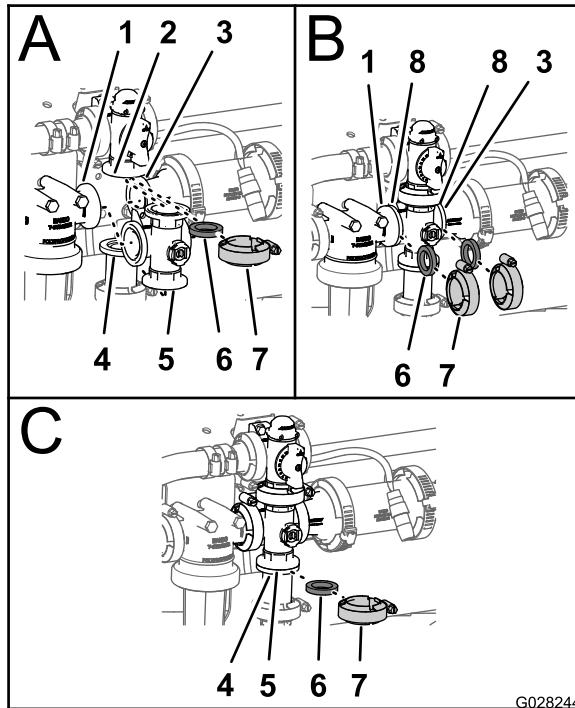

Figura 143
- Alinhe a flange da válvula de distribuição de agitação, uma junta e a flange da união do tampão do coletor da válvula de agitação (Figura 143).
- Monte a válvula de distribuição de agitação, junta e coletor da válvula de agitação com uma braçadeira e aperte bem à mão (Figura 143).
- Alinhe uma junta entre as flanges da cabeça do filtro de pressão e o coletor da válvula de agitação (Figura 143).
- Monte a cabeça do filtro de pressão, junta e coletor da válvula de agitação com uma braçadeira e aperte à mão (Figura 143).
- Alinhe uma junta entre as flanges do coletor da válvula de agitação e acoplador de redução (Figura 143).
- Monte o coletor da válvula de agitação, junta e acoplador de redução com uma braçadeira e aperte à mão (Figura 143).
7. Alinhe uma junta entre as flanges do coletor da válvula de agitação e o encaixe do adaptador para a válvula de aceleração da agitação (Figura 143).
8. Monte o coletor da válvula de agitação, junta e acoplador adaptador com uma braçadeira e aperte à mão (Figura 143).